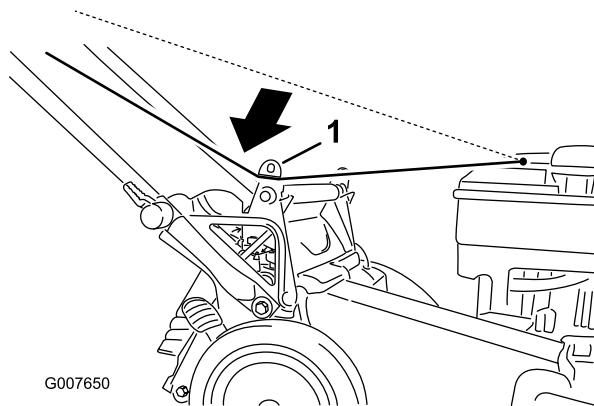

Figure 20
- Faites passer le câble du lanceur autour du guide inférieur (Figure 20).